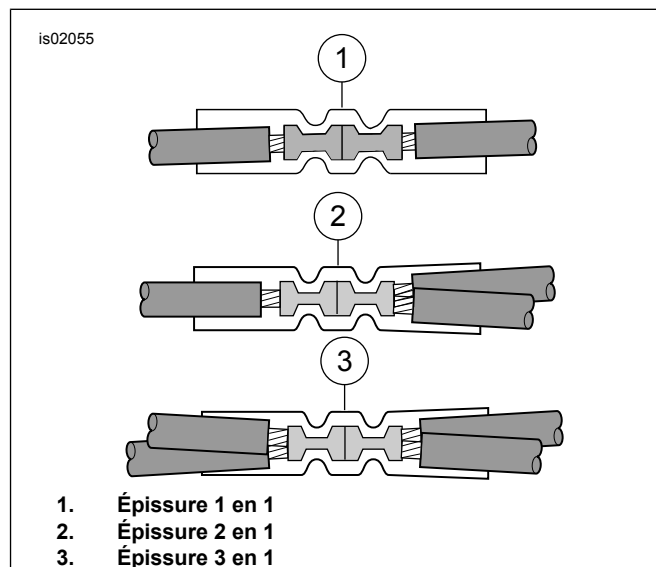
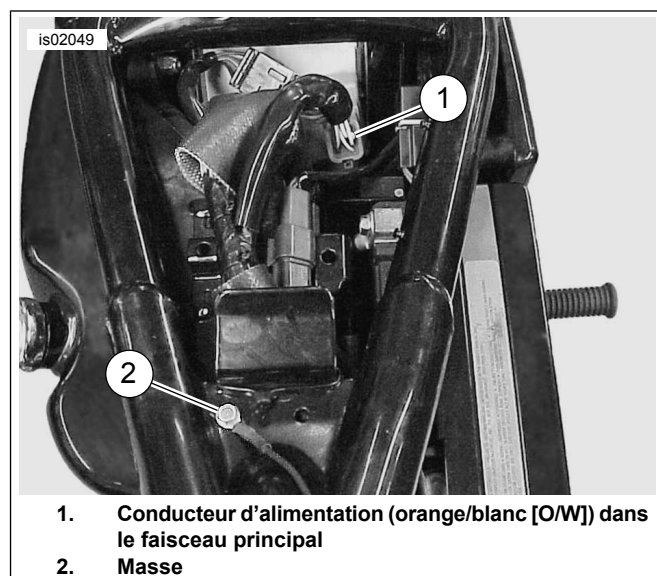
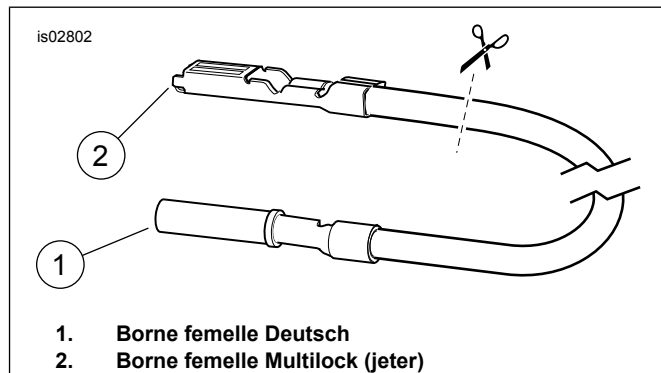

Figure 1. Configurations d'épissure
Figure 2. Emplacement du faisceau de fils et de la masse (XL de 2003 ou plus anciens)
Figure 3. Couper la borne Multilock du conducteur de l'adaptateur
2. Utiliser un connecteur bout à bout scellé (6) du kit pour épisser le conducteur noir du faisceau du mini compte-tours à l'un des fils conducteurs noirs (BK) provenant du connecteur du groupe d'instruments [20]. Voir Figure 1 pour la configuration d'épissure 2 en 1.
3. Prendre un connecteur bout à bout scellé (6) du kit. Voir Figure 1 pour la configuration d'épissure 2 en 1. Épisser le conducteur du signal de faisceau de fils du mini compte-tours et deux sections du conducteur orange/blanc (O/W) de la cavité n° 2 selon les instructions dans l'annexe du manuel d'entretien.
2. Prendre un connecteur bout à bout scellé (6) du kit. Couper avec soin pour ouvrir une partie de la gaine du faisceau principal, et couper un conducteur d'alimentation orange/blanc (O/W) de faisceau principal dans un endroit accessible. Voir Figure 1 pour la configuration d'épissure 2 en 1. Épisser le fil conducteur de faisceau de fils du mini compte-tours au fil conducteur de faisceau principal selon les instructions dans l'annexe du manuel d'entretien.
6. À l'aide d'un connecteur bout à bout scellé (6) du kit, épisser les deux fils orange/blanc. Voir Figure 1 pour la configuration d'épissure 1 en 1.
7. Installer le fusible de 2 A (8) du kit dans la cavité de fusible d'allumage P&A pour compléter le circuit. Installer les trois fusibles retirés à l'étape 2 dans les cavités correctes.
2. Voir Figure 2. Prendre un connecteur bout à bout scellé (6) du kit. Couper avec soin pour ouvrir une partie de la gaine du faisceau principal, et couper un conducteur d'alimentation orange/blanc (O/W) de faisceau principal dans un endroit accessible. Voir Figure 1 pour la configuration d'épissure 2 en 1. Épisser le fil conducteur de faisceau de fils du mini compte-tours au fil conducteur de faisceau principal selon les instructions dans l'annexe du manuel d'entretien.
1. Couper et jeter la borne du conducteur rose (PK) du signal de **faisceau de fils du mini compte-tours**.
2. Prendre le fil conducteur d'adaptateur de signal (13) et un connecteur bout à bout scellé (6) du kit. Voir Figure 3. Couper la borne femelle Multilock du fil conducteur d'adaptateur de signal près de cette borne. Épisser le fil conducteur d'adaptateur de signal au fil conducteur de signal du faisceau de fils du mini compte-tours selon les instructions dans l'annexe du manuel d'entretien.
- Voir Figure 2 et Figure 3. Couper la borne femelle superflue du fil conducteur d'adaptateur de signal près de cette borne. Épisser le fil conducteur d'adaptateur de signal au fil conducteur de signal du faisceau de fils du mini compte-tours selon les instructions dans l'annexe du manuel d'entretien.